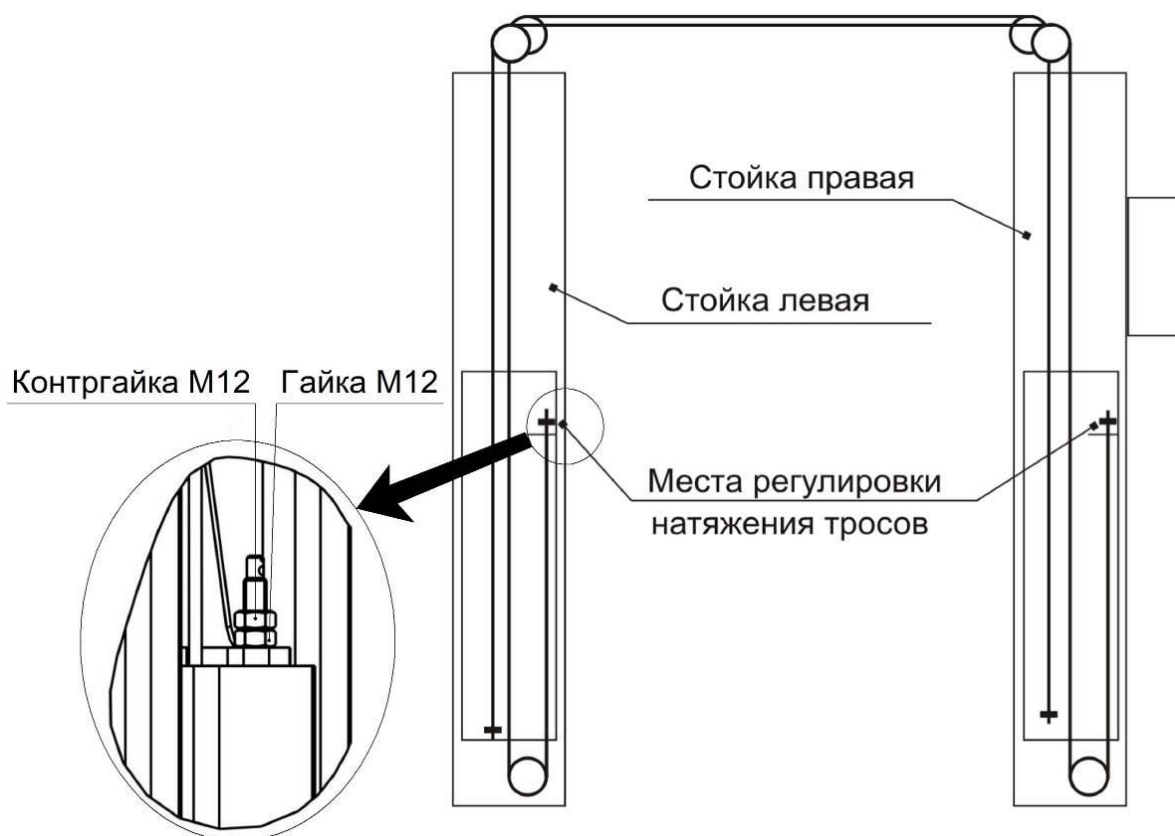

Рисунок 6.6 - Схема запасовки синхронизирующих тросов
6.7 Поднять погрузчиком или другими подъемными средствами каретки 63 и установить на защелки 44 (на высоте около 400 мм от пола). Установить тросы системы синхронизации кареток (рисунок 6.6).
Для облегчения монтажа тросов в каретках использовать тонкую проволоку, продетую через отверстие в наконечнике троса, убедиться, что тросы расположены на блоках. Регулировка тросов синхронизации: одновременное опускание кареток на стопора-защелки. Регулировать путем закручивания гаек M12 (Рисунок 6.6). После регулировки гайки законтрить второй гайкой. Ход кареток плавный без рывков.